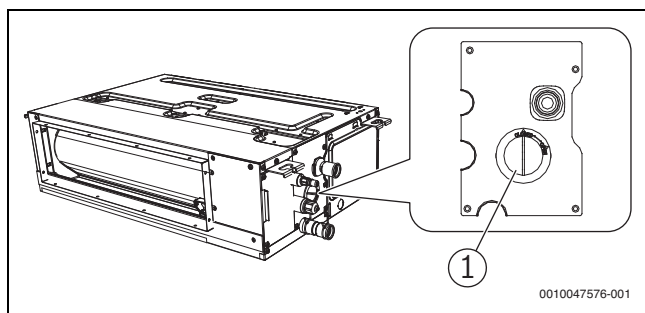

Fig. 27
- Abrir la cubierta de prueba de agua (→ fig. 27) del cuerpo de la unidad. Se debe desatornillar durante la prueba de drenaje para comprobar si la bomba de drenaje está encendida y si hay algún problema con la bomba de drenaje.